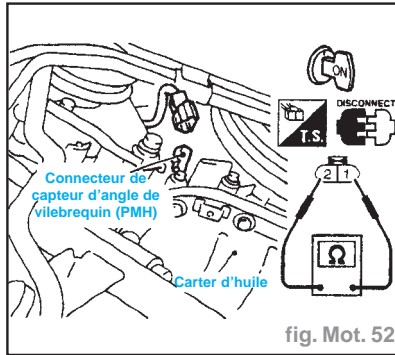

fig. Mot. 52
- Vérifier la résistance entre les bornes (1) et (2) (fig. Mot. 52) :